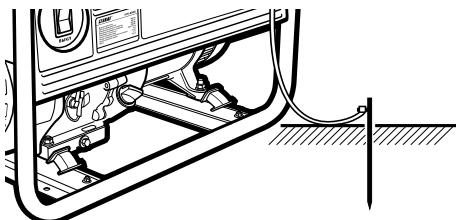

Рис. 9
2. Проверьте заземление генератора (**рис. 9**). Следуйте требованиям правил установки заземления, описанным в пункте 3.1.5, (**стр. 11**) «Заземление» настоящего руководства.